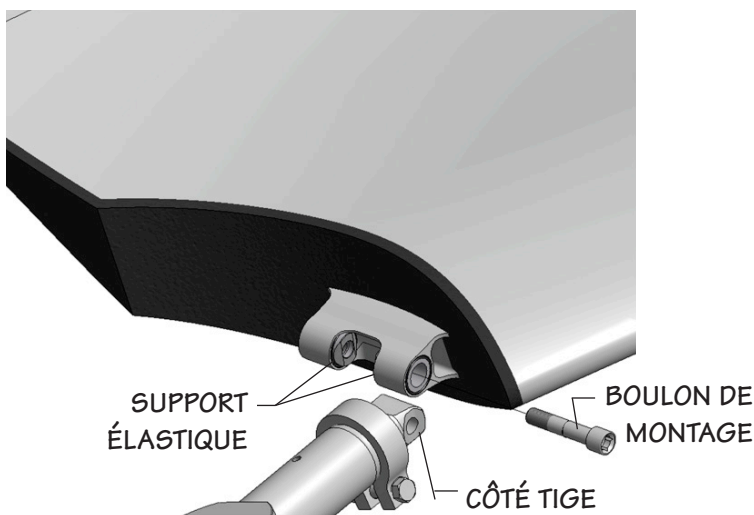

Figure 2
- 3—Installez une pale en orientant le bord de fuite vers le haut. Nettoyez toutes les saletés ou traces de graisse du côté tige et des surfaces des supports élastiques. Alignez le trou du côté tige sur les trous des supports élastiques et insérez le boulon de la pale, d'abord dans le support élastique avec la gorge pouvant accueillir la tête de boulon, puis dans le trou du côté tige. Voir la **Figure 2**. Vissez légèrement le boulon dans le deuxième support élastique. Une clé dynamométrique $\frac{3}{4}$ in à rallonge courte peut être utile. Le boulon de montage de la pale est livré avec les filetages et la face conique graissés en usine. ***Ne retirez pas la graisse du boulon.***